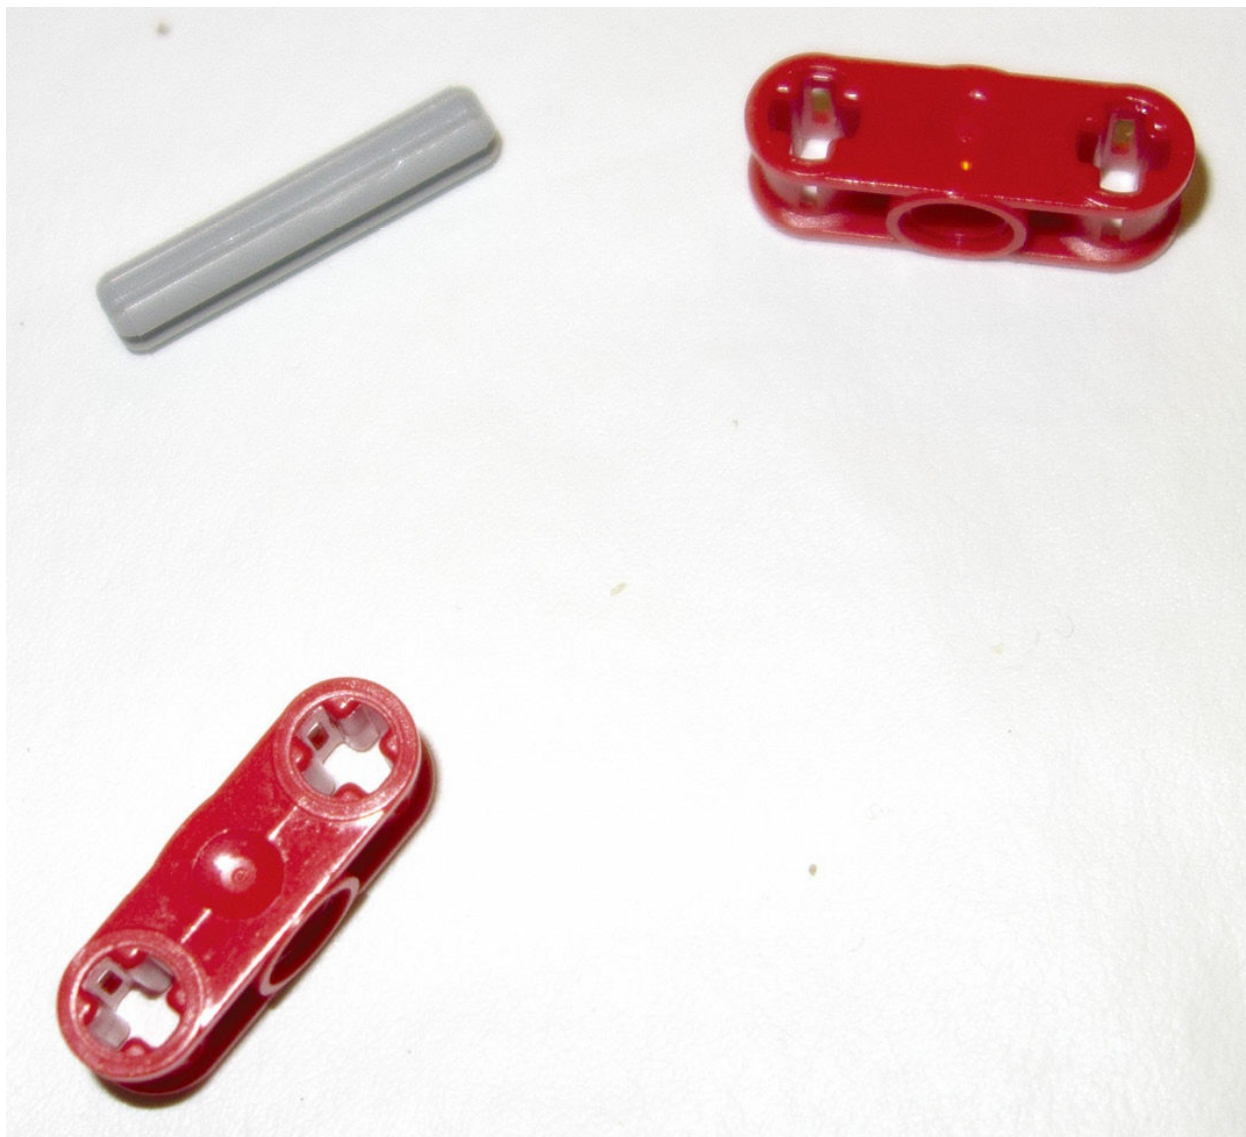

图11.11 确保你实际上搭建了两个相同的结构，安装到每个轮子上
6. 将两个横梁用一根3M的轴连接在一起，如图11.11所示。